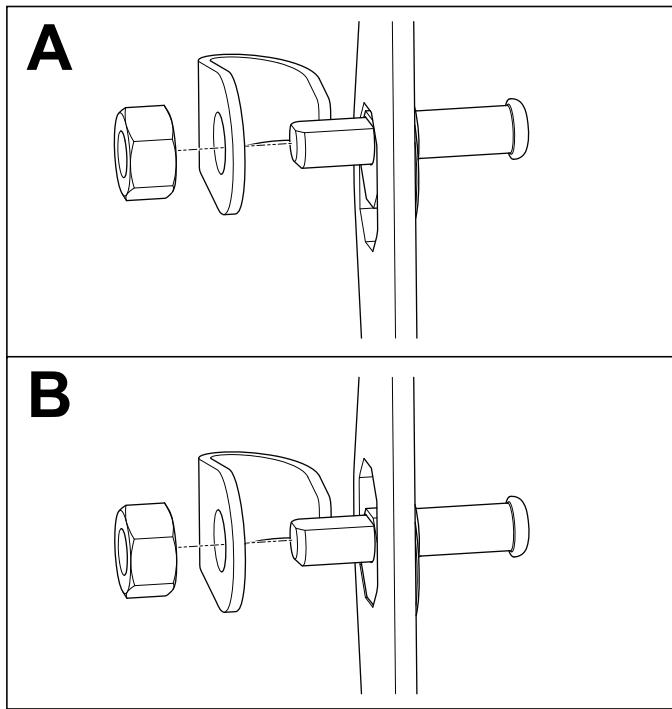

图10
1. 将门锁销放置到轨道上方门锁销安装支架的中心位置图10。